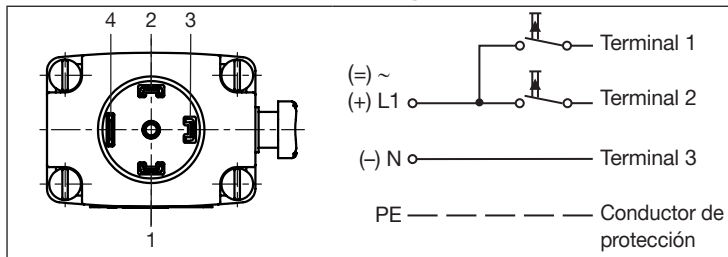

Imagen 8: Esquema eléctrico
- Válvula de impulso (código de variable CF 02), conéctese como en «Imagen 8: Esquema eléctrico». Un impulso en el terminal 1 cierra la válvula, un impulso en el terminal 2 abre la válvula.